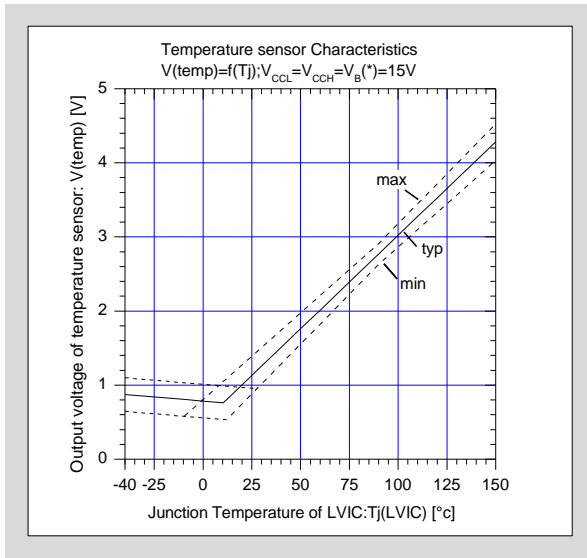

図3-24 LVIC温度とTEMP出力電圧特性
- 図3-24にLVICのジャンクション温度とTEMP端子出力電圧特性を示します。MPU電源電圧が3.3Vの場合は、TEMP端子に電圧クランプ用ツェナーダイオードを接続してください。また、約25 $^{\circ}\text{C}$ 以下で出力電圧はクランプ特性を示しますので、線形性が必要な場合は、TEMP端子に22k $\Omega$ ±10%のプルダウン抵抗 $R_{pulldown}$ を接続してください。